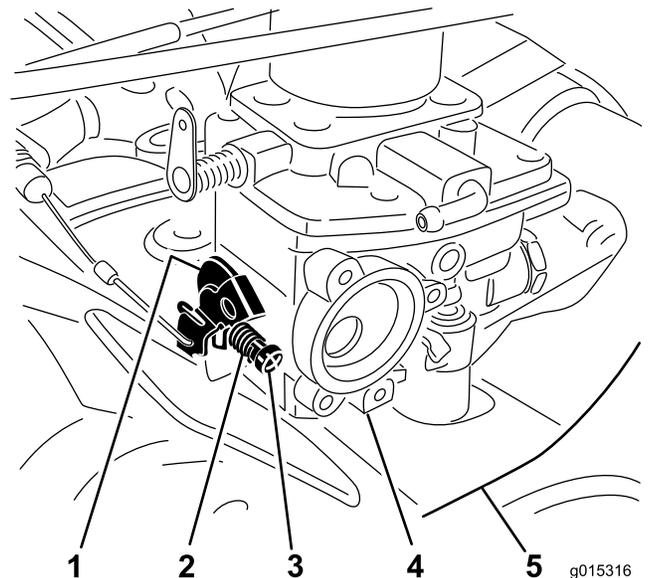

Figure 6
- Placez la vis de ralenti et le ressort sur le carburateur au niveau du levier de papillon, comme illustré à la Figure 6.